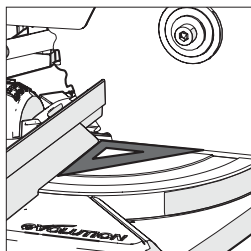

Fig. 14
- Placez une équerre sur la table avec un bord court contre la clôture et l'autre bord court contre la lame (en évitant les pointes TCT des dents de la lame). (Fig. 14)